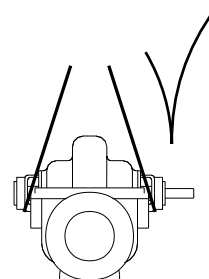

Fig. 1 Pompes KP à arbre nu, points de levage appropriés
2. Installer une sangle de levage de chaque côté du corps du palier. Voir fig. 1.